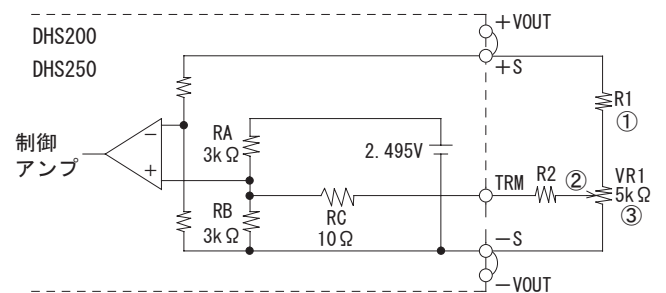

図4.6 外付け部品の接続方法 (DHS200/250)
(1) 出力電圧を調整する場合
- ボリューム (VR1) と抵抗 (R1, R2) を図4.6のように接続することで出力電圧を可変できます。ボリュームは右回転で①—②間の抵抗値が小さくなるように接続すれば、出力電圧は高くなります。表4.3に外付け部品推奨値を示します。これ以外の条件でご使用の場合は、当社までお問い合わせください。